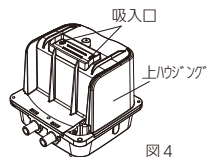

図 4
- ⑤吸入口が塞がれていないか確認してください。(図 4)
- ⑥上ハウジングのホコリを取り除いてください。